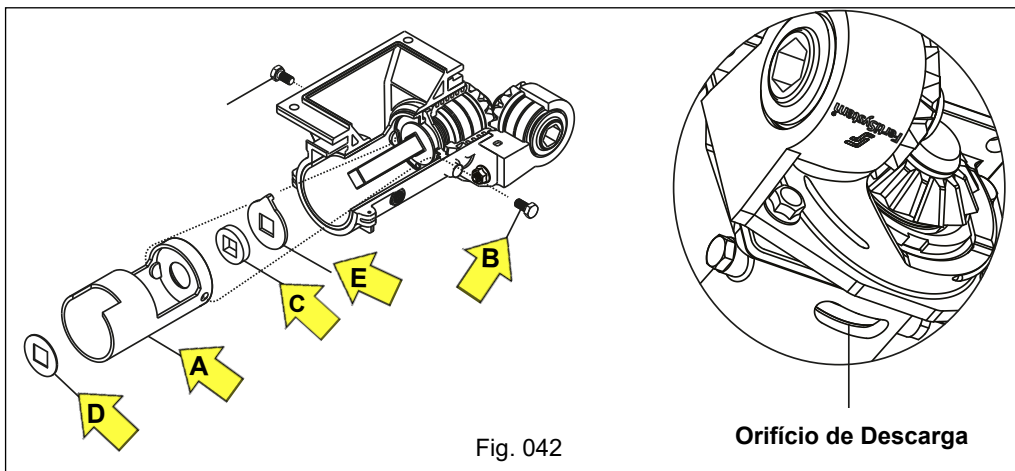

Fig. 042
d) Efetue a análise de desgaste no revestimento "A", substitua-o se apresentar desgaste excessivo, afrouxando e retirando o parafuso "B". Verifique se há desgaste no feltro "C", arruelas "D" e arruela de limpeza "E". O desgaste excessivo é verificado quando ocorrer a saída do adubo em grande quantidade pelo orifício de descarga autolimpante, localizado na face inferior do corpo do distribuidor (Fig. 042).